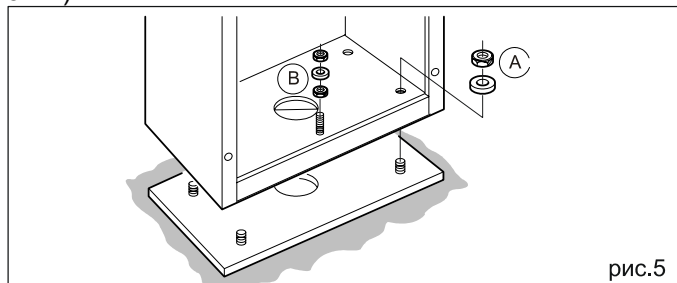

рис.5
- Для крепления стойки используйте болты и шайбы из комплекта (рис.5 - B).
- Используя четыре болта и шайбы из комплекта, закрепите стойку к плите основания (рис.5 - A). Помните, что крышка стойки должна быть обращена лицевой стороной к зданию.